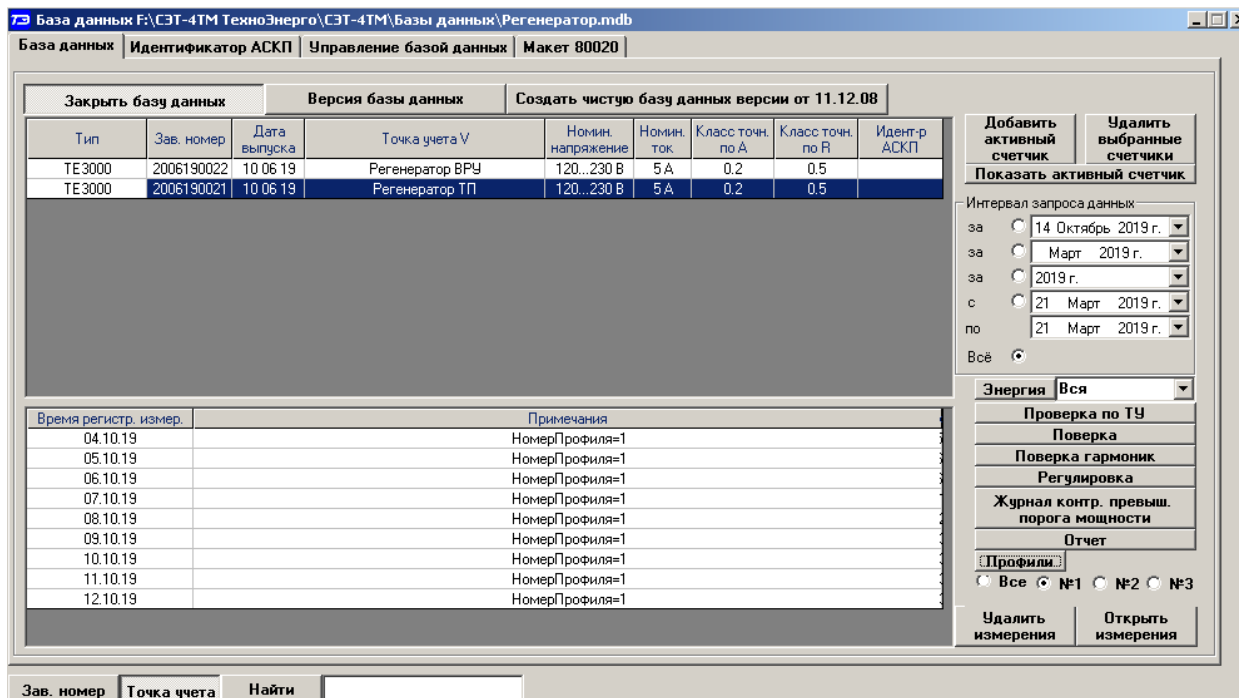

Рисунок 24 – Форма «База данных»
14.15 Для визуализации сохраненного в базе массива профиля мощности нажать кнопку «Открыть базу данных» и, по запросу конфигулятора, указать путь к требуемой базе. В окне формы появится список счетчиков, параметры которых сохранялись в базе. Выделить интересующий счетчик из перечня, установить флаг «Профиль мощности №1» и нажать кнопку «Профили». При этом будет производиться чтение всех записей профиля №1 базы, относящихся к выделенному счетчику, а в окне «Время регистрации измерения» будет отображаться список дней сохранения информации в базе (рисунок 24).